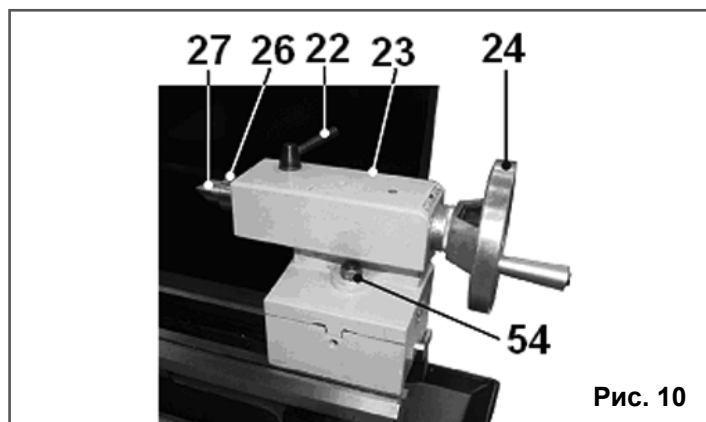

Рис. 10
10.1.6. Используя рожковый ключ (Ц), Рис.1, поворотом против часовой стрелки ослабьте фиксацию гайки (54), фиксирующей положение задней бабки (23). Переместите заднюю бабку (23) до упора центра (27) в центровочное отверстие заготовки. Закрепите заднюю бабку (23) в этой позиции поворотом по часовой стрелке гайкой (54), фиксирующей положение задней бабки (23). Поверните ручку фиксации (22) против часовой стрелки. Маховиком перемещения пиноли (24) по часовой стрелке необходимо поджать центр (27). Поворотом ручки фиксации (22) по часовой стрелке зафиксируйте установленное положение пиноли (26), Рис. 10.